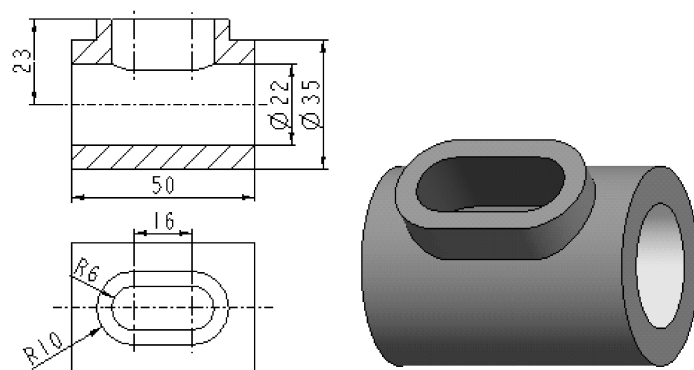

图 4-175 立体模型和尺寸
- (3) 创建如图 4-175 所示的立体模型，文件名为“xiti4-2-3. prt”。